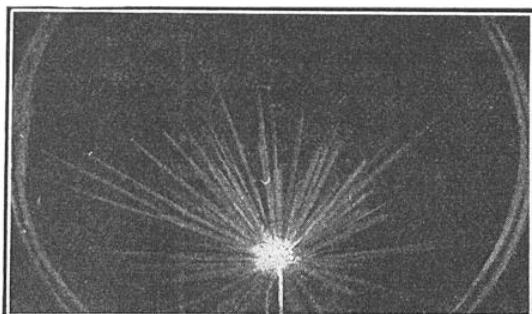

FIG. 6. — IONISATION PRODUITE PAR LES RAYONS « ALPHA »
œuvre des mêmes procédés ; cette chambre, tout en verre, a la forme d'un cylindre limité par deux plans parallèles *A* et *B*, distants d'un à deux centimètres ; le plan inférieur *B* fait partie d'un système flottant qu'on peut déplacer brusquement, comme tout à l'heure l'éprouvette, en aspirant l'air intérieur par un large tube *T*. A l'instant précis de la détente, une étincelle très lumineuse jaillit en *O*, et la lumière, concentrée par un système optique, éclaire latéralement l'intérieur de la chambre *A B*, en même temps qu'un appareil photographique, placé en *P*, recueille la lumière diffusée par les gouttelettes liquides. Opérant dans ces conditions, Wilson a obtenu, depuis 1911, des photographies dont les figures 6, 7, 8 et 9 nous montrent les principaux types ; elles nous en apprennent, sur la genèse des ions, plus que de longs mémoires.
La figure 6 montre l'ionisation produite par les rayons alpha : une trace de radium *C*, placé dans la chambre humide, projette autour d'elle, dans toutes les directions, les noyaux d'hélium dont les trajectoires forment ces rayons ; on voit que ces projectiles, violemment lancés en ligne droite, ont bousculé les atomes rencontrés, entraîné leur couronne superficielle d'électrons et engendré des ions en grand nombre (237.000 pour chaque corpuscule émané du radium *C*) ; ces ions, à leur tour, ont produit des gouttelettes liquides dont l'ensemble, très serré, dessine la trajectoire du corpuscule exciteur ; c'est en répétant cette expérience, dans les conditions les plus variées, que Blackett a observé les curieuses *fourches*, dont j'ai parlé dans un récent article (1) et qui nous renseignent sur les mécanismes des collisions atomiques et des désintégrations artificielles.